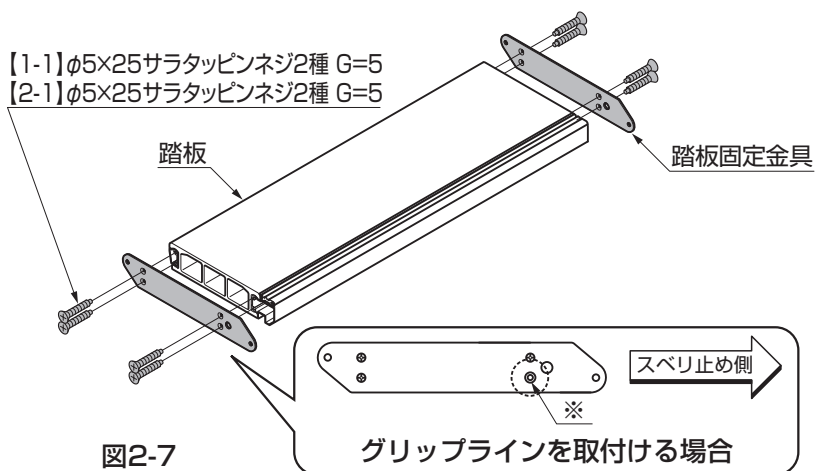

図2-7
- グリップライン取付金具を取付ける場合はグリップライン取付け側のみスベリ止め側下(※)のネジ止めはしないでください。(図2-7参照)
- ① 側板に踏板を合わせ、踏板固定金具の取付け孔位置にφ4.5の下孔を加工してください。